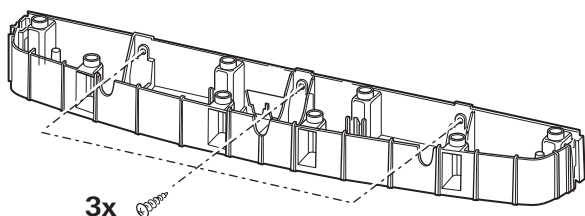

Fig. 17
- **S 3004** : fixer le support sur le cadre de la niche à l'aide de 3 vis de 3,5 x 16 mm (Fig. 17).